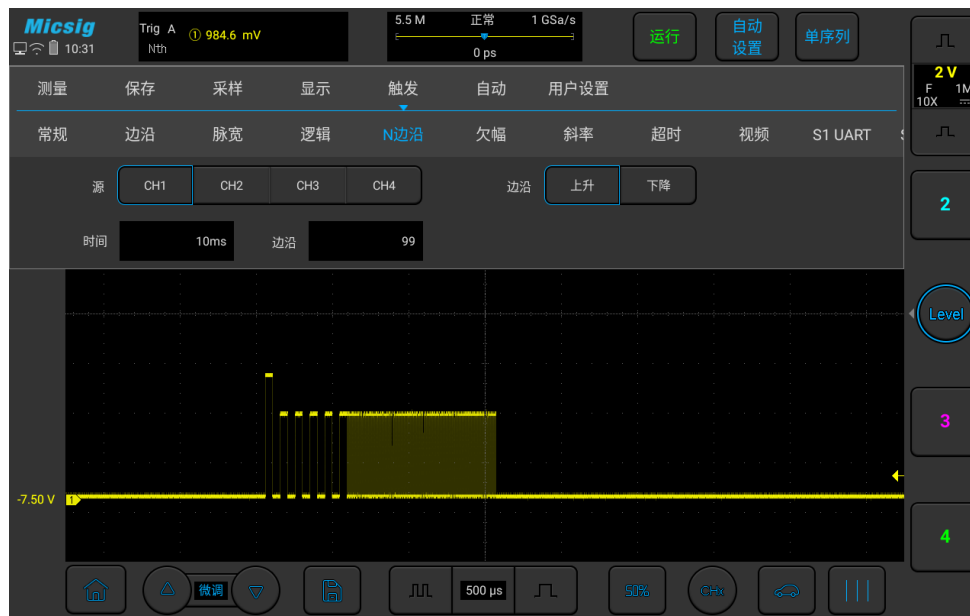

图6-23 第 N 边沿触发菜单
1) 打开触发菜单，轻点“触发”打开触发菜单，在触发类型中选择N边沿触发，对N边沿触发进行如下设置，见图6-23：